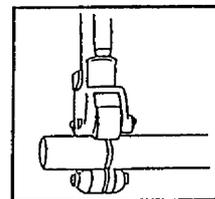

図 7
②パイプの適正差し込み量を確保するため、下表に示す位置に溝付けローラーで溝をつけて下さい。(図 7)